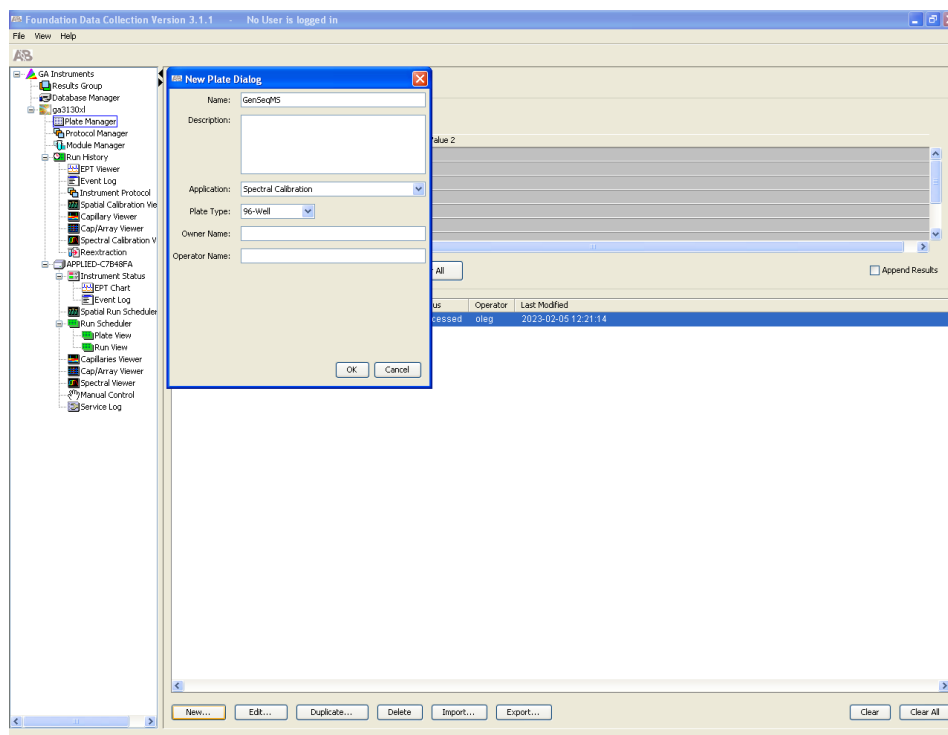

Рисунок 14 – Описание новой плашки для спектральной калибровки генетического анализатора GA3130xL с помощью спектрального калибратора «GenSeqMS».
9. Установить следующие значения (рисунок 14):